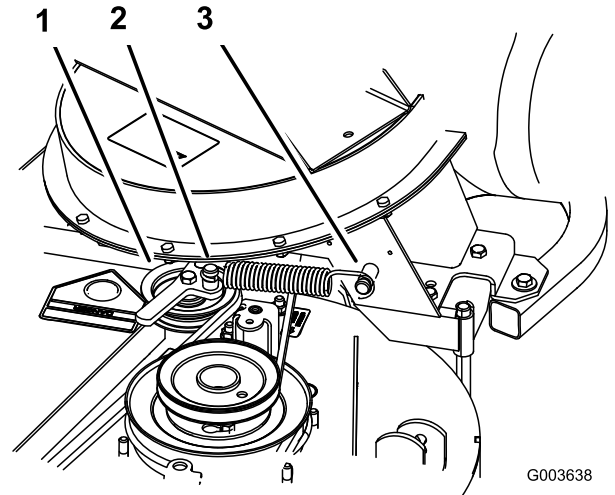

Figure 16
4. Installez le ressort comme montré à la Figure 16.